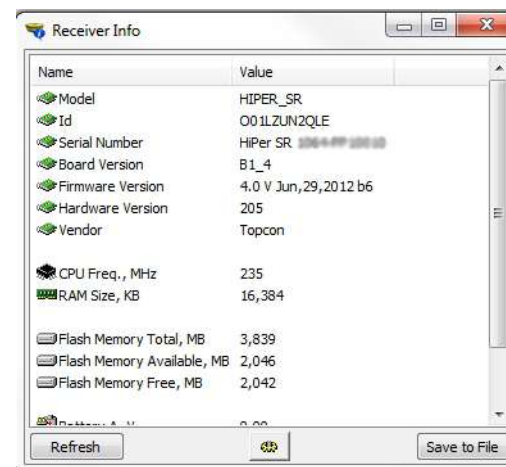

Рис. 6: TRU – Информация о приемнике
6. В главном окне TRU нажмите пиктограмму **Информация**. Откроется окно **Информация о приемнике** (Рис. 6).